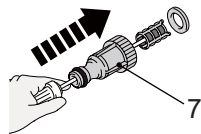

Fig. 29
1. Enlevez le connecteur du tuyau (7) de l'arrivée d'eau (5).
2. Utilisez un outil humide pour démonter le connecteur du tuyau (7) (Fig. 29).